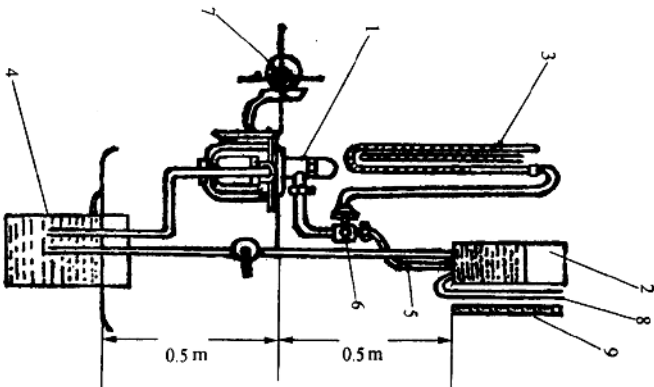

图 1-32 汽油泵流量和压力综合试验器
(3) (图 1-32) 为汽油泵流量和压力综合试验器示意图。进、出油高度必须按各原厂型设计要求制造。